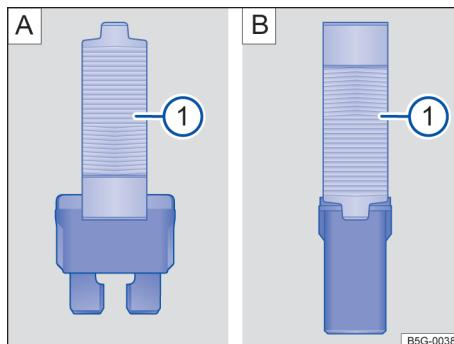

Fig. 143 Retirar ou colocar o fusível com a pinça de plástico: **A**: fusível plano, **B**: fusível de bloqueio.
- Se necessário, retirar a pinça de plástico → Fig. 143 [1] da cobertura da caixa de fusíveis.
- De acordo com a versão do fusível, colocar as garras adequadas do alicate plástico → Fig. 143 [A] [1] ou → Fig. 143 [B] [1] lateralmente no fusível.